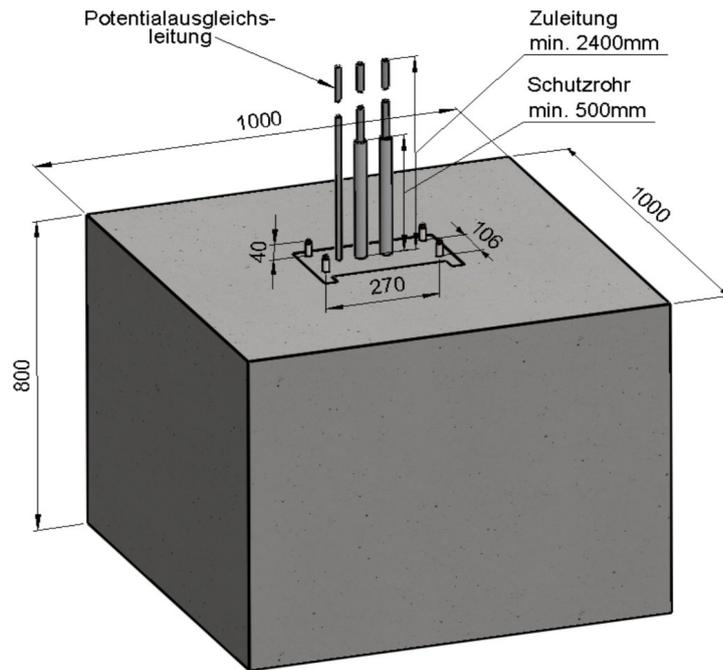

Abb. 5: Aufbau des Säulenfundaments
Voraussetzung für die Montage der Schlüsseldepotsäule SDS950-1 ist, dass ein Fundament aus Beton in den Maßen 1000 mm x 1000 mm x 800 mm eben und nach allen Seiten in Waage ausgerichtet, vorbereitet ist (siehe Abb. 5).
Die Positionierung der Säule auf dem Fundament sollte mittig erfolgen. Die Richtmaße sind Abb. 5 zu entnehmen.
- Es sind, wie in Abbildung 5 dargestellt, 4 Löcher mit einem Durchmesser von 14 mm und einer Bohrtiefe von 110 mm im Abstand von 270 mm x 106 mm auf der Fundamentoberseite einzubringen.